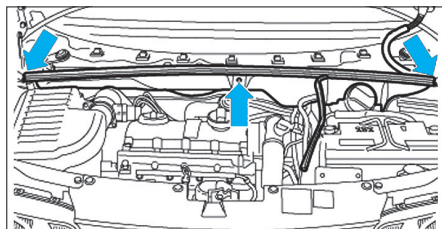

Fig. 6
- Déposer les vis et extraire le cache vers l'avant (Fig.6).